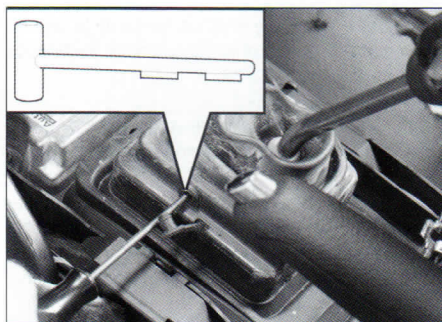

FIG. 11
- introducir el útil de reglaje en el lado izquierdo de la caja (útil Peugeot 0216-M) y girarlo un cuarto de vuelta (fig. 11).